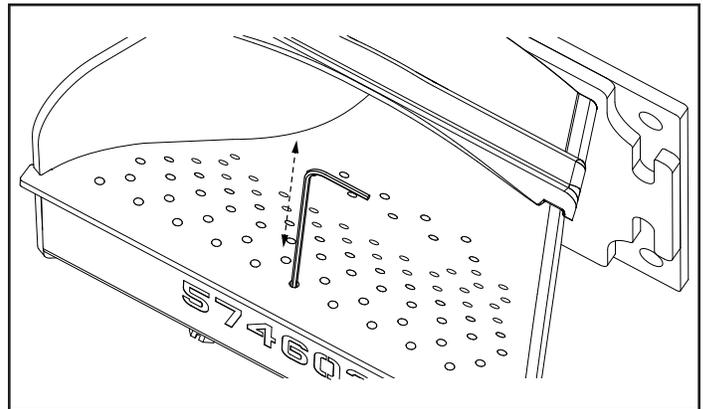

Figure 2.6
- Utilisez la clé allen fournie pour éliminer toute accumulation accumulée dans les trous de la grille du brûleur. Il suffit de pousser la clé allen vers le bas à travers chaque trou, en veillant à ce que toute accumulation ne prête pas attention à ne pas endommager l'élément allumeur dans le processus. Figure 2.6.